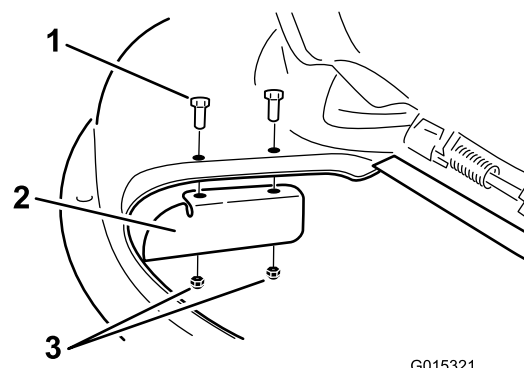

Figure 34
9. Montez le déflecteur d'ouverture sur le plateau de coupe (Figure 34).
3. Enlevez le déflecteur d'ouverture du plateau de coupe (Figure 34).